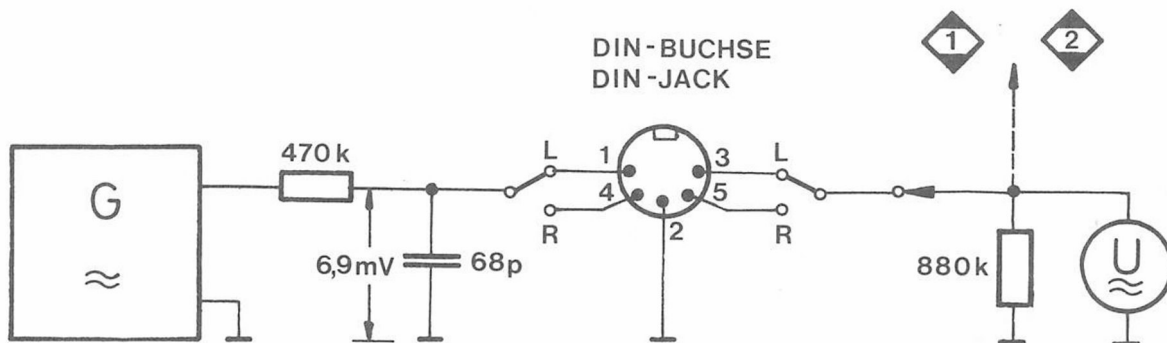

Fig. 6
- c) 333 (315) Hz/0 dB – Aufzeichnung abspielen.
- d) Mit den Potentiometern AVR 103 (L) bzw. AVR 203 (R) die Anzeige so einstellen, daß die 0 dB-LED satt leuchtet, die 3 dB-LED jedoch noch dunkel bleibt.
- a) Prüfaufbau gemäß Fig. 6 erstellen.
- d) NF-Generator auf 333 Hz 6,9 mV einstellen. Gerät auf Aufnahme schalten und mit dem RECORD LEVEL-Regler an MP ① (L) bzw. MP ② (R) 580 mV einstellen.
- e) Mit dieser Einstellung mehrmals aufnehmen und wieder abspielen. Die Potentiometer AVR102 (L) bzw. AVR 202 (R) vor jeder Aufnahme in kleinen Schritten so weit verstellen, bis auch während der Wiedergabe 580 mV an MP ① (L) bzw. MP ② (R) anliegen.
- c) Playback the 333 (315) Hz/0 dB reference tape.
- d) Adjust display by means of potentiometers AVR 103 (L) and AVR 203 (R) such that the 0 dB-LED is fully illuminated and that the 3-dB LED is still dark.
- a) Provide test set up in accordance with Fig. 6.
- d) Set AF-generator to 333 Hz, 6.9 mV. Set the unit to recording mode and adjust 580 mV on MP ① (L) and MP ② (R) by means of the RECORD LEVEL control.
- e) Record and playback at this adjustment several times. Adjust potentiometers AVR102 (L) and AVR 202 (R) prior to every recording in small increments until 580 mV are present at MP ① (L) and MP ② (R) also during playback.
- NF-Voltmeter an MP 3 und MP 4 für den linken Kanal bzw. an MP 5 und MP 6 für den rechten Kanal anschließen. Mit VR 304 (L) bzw. VR 305 (R) 9 mV Spannungsabfall einstellen (Grobabgleich).
- Meßaufbau gemäß Fig. 6 erstellen. NF-Generator auf 333 Hz, 6,9 mV einstellen.
- Mit dem RECORD-LEVEL-Regler in Stellung RECORD an MP 1 (L) bzw. MP 2 (R) 30 mV einstellen.
- Connect the AF-voltmeter to MP 3 and MP 4 for the left channel, and to MP 5 and MP 6 for the right channel. Set to recording mode. Adjust a voltage drop of 9 mV by means of VR 304 (L) and VR 305 (R) (rough alignment).
- Provide a measurement circuit in acc. with Fig. 6. Adjust the AF-generator to 333 Hz, 6,9 mV.
- Set 30 mV on MP 1 (L) and MP 2 (R) by means of the RECORD LEVEL control in the RECORD position.
- Record and playback several times at 333 Hz and 14 kHz. During playback the level of the 14 kHz-signal must be within the -3 dB to $+1$ dB interval with reference to the level of the 333 Hz signal. If it is below -3 dB, the potentiometer concerned VR 304 (L) and VR 305 (R) must be turned gradually in clockwise direction until the level is correct (Reduction of bias). If the level exceeds $+1$ dB, the potentiometer, the potentiometer concerned must be gradually turned in a counterclockwise direction (Increasing bias).